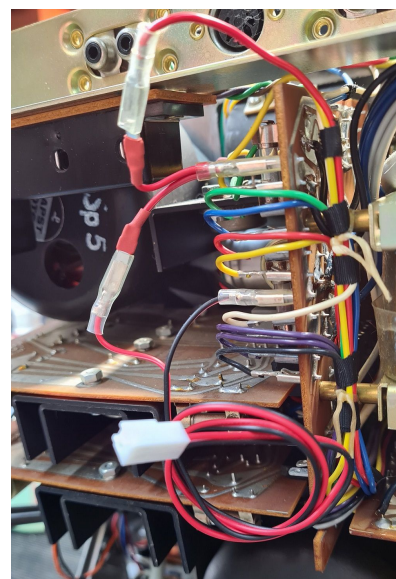

Figure 6
- Brancher le petit adaptateur rouge sur la borne 1 de la platine, et reconnecter le câble rouge sur l'adaptateur. (Figure 6)
- Schließen Sie den kleinen roten Adapter an Klemme 1 der Platine an und schließen Sie das rote Kabel wieder an den Adapter an (Abbildung 6).